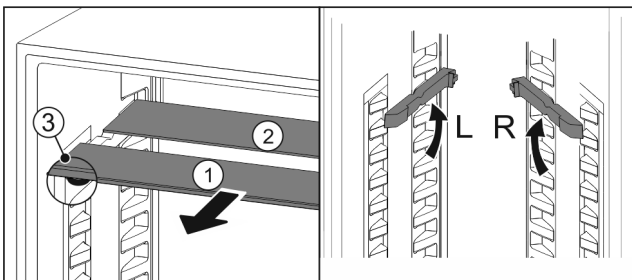

Fig. 127
- Посуньте Fig. 127 (1) скляну панель вперед.
- Скляна панель Fig. 127 (1) з декоративною планкою лежить спереду.
- Стопори Fig. 127 (3) показують вниз.